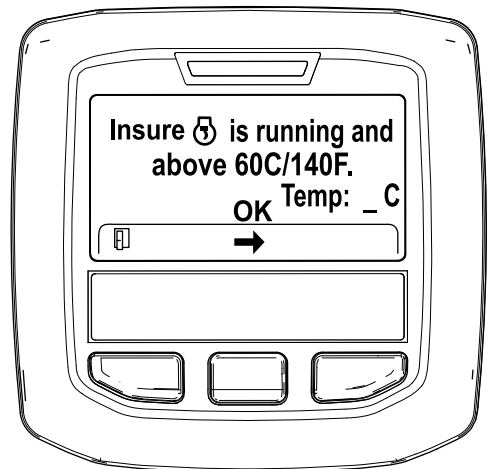

Figura 47
- Si la temperatura del refrigerante se encuentra por debajo de 60 °C (140 °F) aparece el mensaje "Insure ☺ is running and above 60C/140F" (Asegúrese de que está funcionando y por encima de 60 °C/140 °F). (Figura 47).